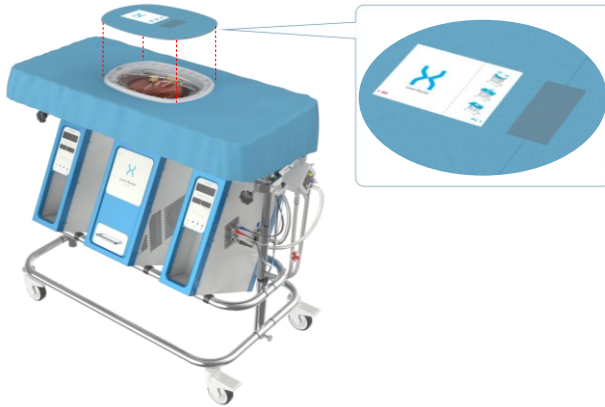

Figura 29: Colocación de la cobertura estéril adicional.
- Coloque la cobertura estéril adicional sobre el recipiente y asegúrese de que la orientación es correcta, tal y como se identifica en las marcas HA y PV que se encuentran en cada lado de la etiqueta, véase la Figura 29.
- Una vez que se haya aplicado la cobertura adicional estéril, abra la cobertura rasgando con cuidado la cinta azul y desplegando la cobertura de la manera indicada en la etiqueta, véase la Figura 29.